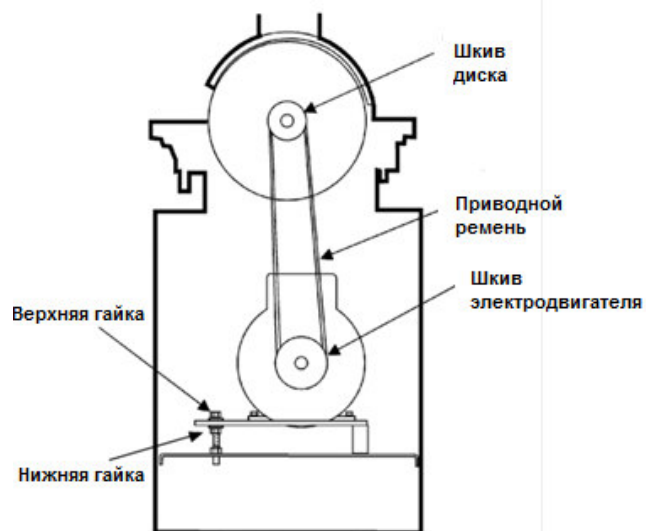

Рис. 6 (вид спереди)
См. рис. 6:
5. Приводной ремень уже установлен на шкиве диска с задней стороны диска (см. Рис. 6). Однако следует удостовериться, что ремень лежит в канавке шкива.